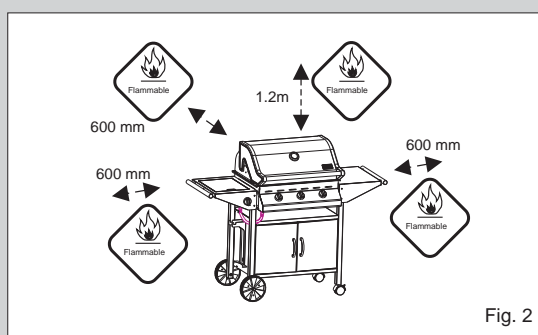

Fig. 2
- Zorg ervoor, dat er geen brandbaar materiaal in de buurt is. Een veilige afstand is 120 cm boven en 60 cm aan de zijkanten van het toestel (zie Fig.2).